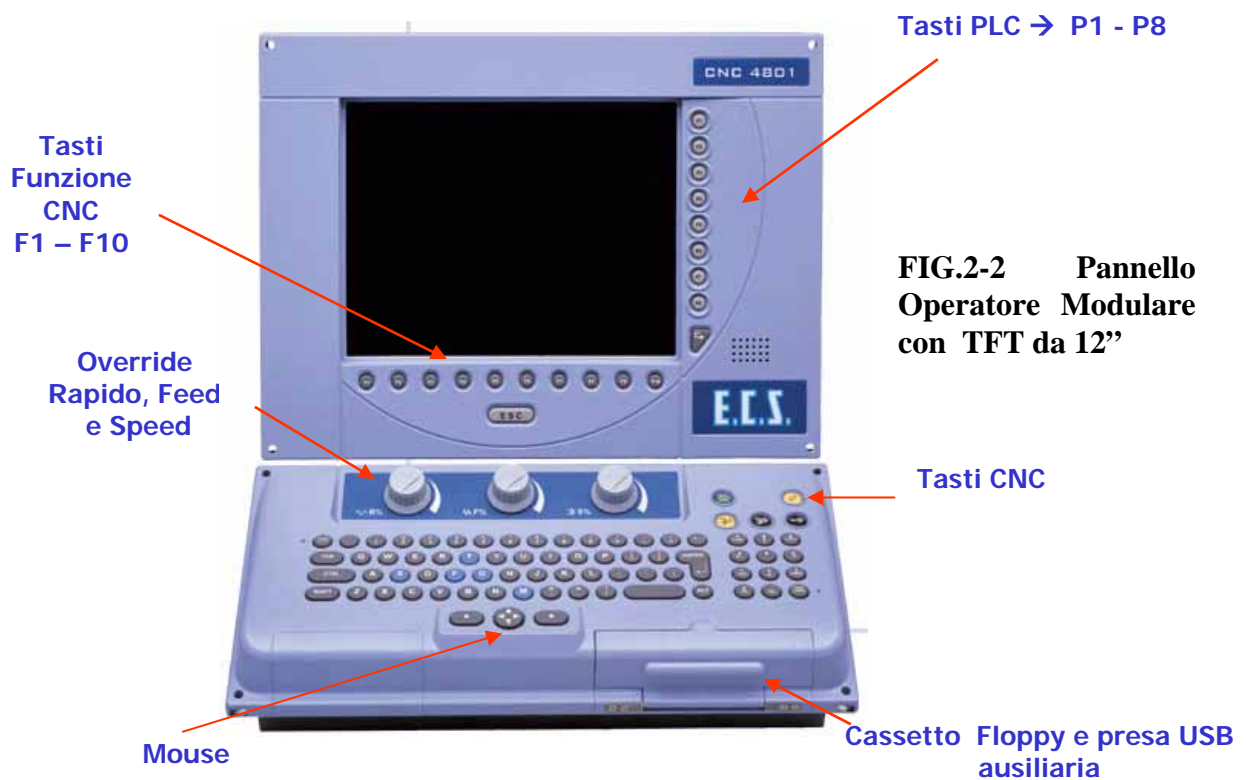

FIG. 2-2 Pannello Operatore Modulare con TFT da 12"
- **“Versione Modulare”**, costituita da 2 elementi separati: tastiera e display (Vedi **FIG.2-2**) collegati al CNC tramite un unico cavo. Questo tipo di soluzione è esclusiva del **CNC 4802**. In quest'ultimo caso il display è un TFT da 12” a 32768 colori. La tastiera, realizzata in ABS con tasti in gomma siliconica, ha comunque un elevato livello di protezione (**IP-54**).
Nel pannello "Modulare" (**FIG. 2-2**) sono invece presenti, integrate nella tastiera, 3 manopole rispettivamente destinate alla regolazione dell'override **Feed**, **Speed** e **Rapido**. In questo caso, per aumentare l'affidabilità, garantendo al contempo un'elevata risoluzione, sono stati utilizzati 3 encoder da 30 impulsi giro. I dispositivi adottati sono inoltre tali da garantire all'operatore un feedback tattile simile a quello di un selettore meccanico.